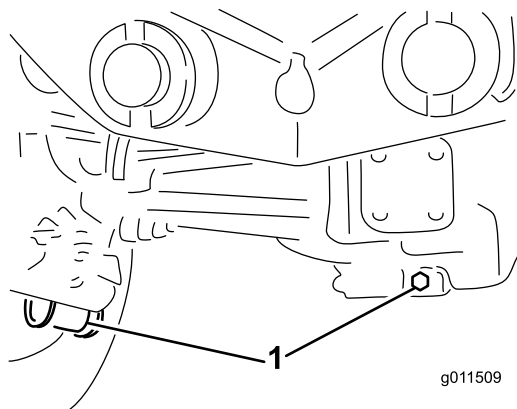

Figura 91
2. Limpie la zona alrededor de los tres tapones de vaciado, uno en cada extremo y uno en el centro (Figura 91).